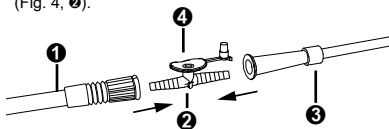

Fig. 4
- Selezionare un catetere di aspirazione (Fig. 4, ☉) della misura corretta oppure un set di aspirazione acquistabile dai rivenditori specializzati.
- Controllare il processo di aspirazione con l'apertura dell'aria ausiliaria (Fig. 4, ☉) in corrispondenza dell'attacco fingertip.
- Collegare il tubo di aspirazione (Fig. 4, ☉) e il catetere di aspirazione (Fig. 4, ☉) con l'ausilio dell'attacco fingertip (Fig. 4, ☉).
- Regolare il valore del vuoto desiderato tenendo chiusa l'apertura dell'aria ausiliaria dell'attacco fingertip (Fig. 4, ☉) in modo da creare il vuoto. Ruotare quindi il regolatore del vuoto (Fig. 1, ☉) finché il vacuometro non indica il valore del vuoto desiderato.